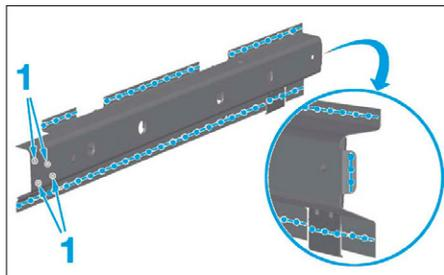

FIG. 119
- Tracer en (1) puis percer au Ø 8 mm pour un soudage ultérieur par points bouchons (Fig.119).